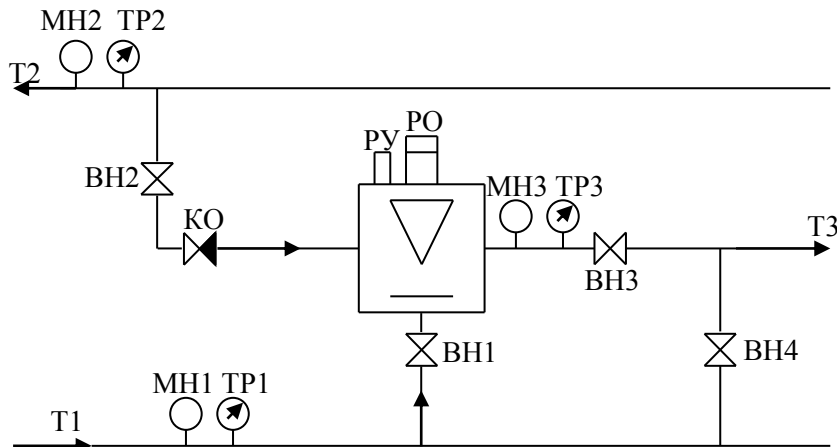

Рис. 3
5.4.1. Схема установки регулятора в системах с открытым водоразбором приведена на рис.3. С увеличением температуры ГВС подмес воды из Т1 уменьшается, и температура в Т3 сохраняется на уровне настроенной (с учетом п.2.8. данного руководства). **Температура в Т3 не может быть настроена ниже температуры в Т2.**